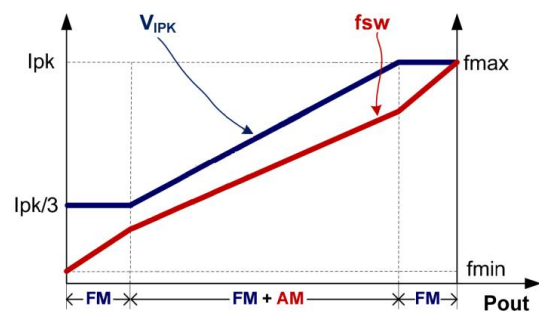

图1
为满足系统平均效率和空载待机方面的严格要求，U3220 (E) 采用了调幅控制 (AM) 和调频控制 (FM) 相结合的工作模式，如图 1 所示。